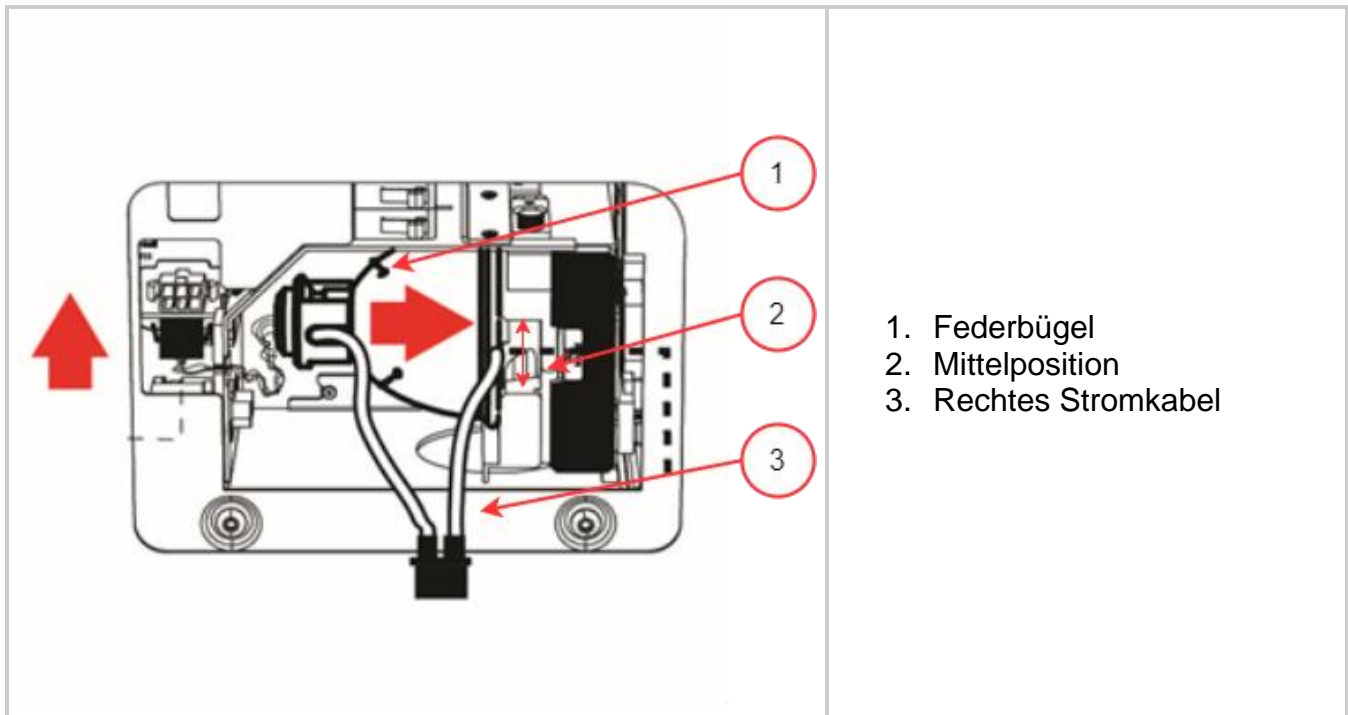

Abbildung 3-5 Lampeninstallationsausrichtung -2
3. Richten Sie die Lampe aus oder drehen Sie, um sicherzustellen, dass das rechte Stromkabel nicht mit einem Teil des Lampenhalters in Kontakt steht. Es sollte innerhalb des Ausschnitts des Lampenhalters zentriert sein, wie in **Abbildung 3-5** gezeigt.